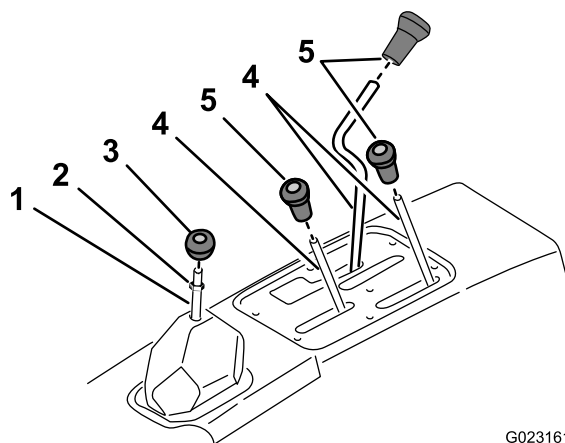

Figura 2
1. Desaparafuse e retire todos os manípulos das alavancas da consola e de alavanca de mudanças (Figura 2).
2. Remova a porca de bloqueio da alavanca de mudanças (Figura 2).